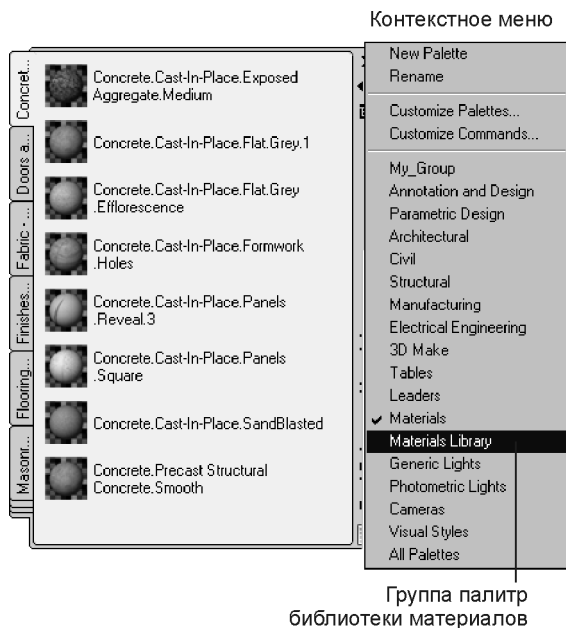

Рис. 13.3. Контекстное меню для выбора нужной группы палитр с материалами
1. Откройте диалоговое окно с палитрами инструментов, а затем щелкните правой кнопкой мыши на вертикальном заголовке этого окна. Появится контекстное меню (рис. 13.3).